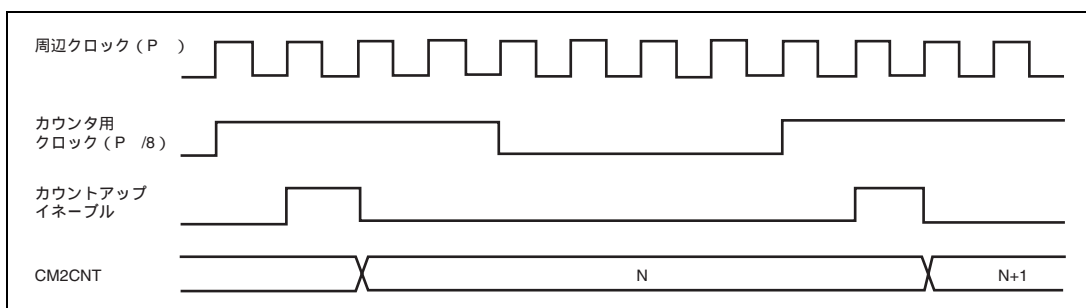

図 16.9 カウントタイミング (P /8 のとき)
周辺クロック (P) を分周して得られた 4 種類のクロック (P /8、P /32、P /128、P /512) のうち 1 つを CM2CR の CKS[1:0] ビットにより選択することができます。図 16.9 にそのタイミングを示します。